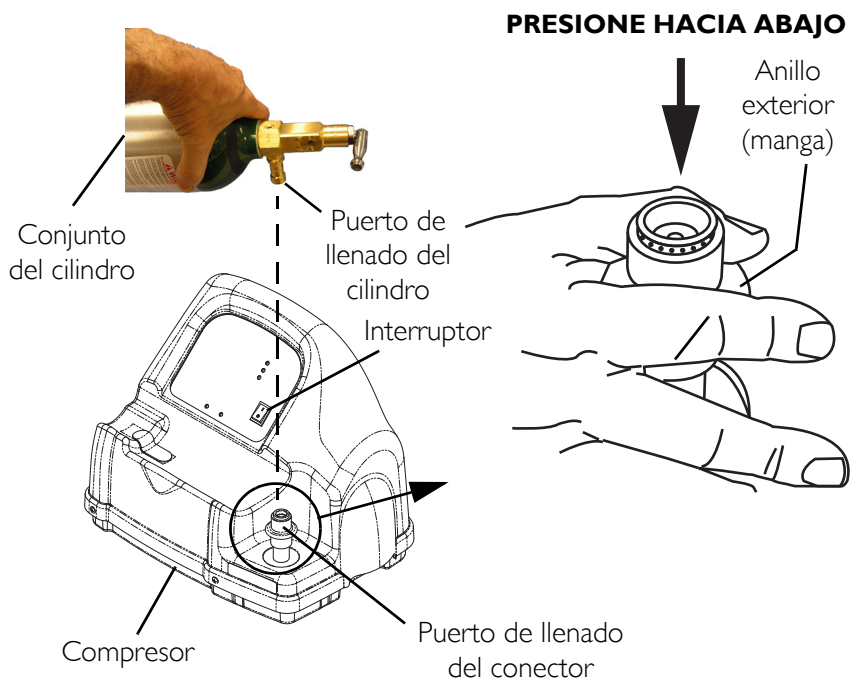

FIGURA 4.6 Desconexión del cilindro del compresor
11. Una vez lleno el cilindro, coloque el interruptor del compresor en la posición de apagado (O) (FIGURA 4.6).
12. Sujete el conjunto del cilindro (FIGURA 4.6).
13. Con la otra mano, sujete el anillo exterior (manga) del puerto de llenado del conector y presione hacia ABAJO (FIGURA 4.6).
14. Levante el conjunto del cilindro/regulador para extraer el puerto de llenado del conector (FIGURA 4.6).
15. Cuando el puerto de llenado del cilindro se desconecte del puerto de llenado del conector, libere el anillo exterior (manga) del puerto de llenado del conector (FIGURA 4.6).
16. Retire el cilindro del soporte del compresor (FIGURA 4.6).